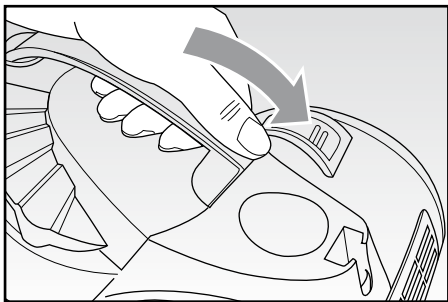

Fig. 12
- Prima di procedere con un nuovo utilizzo, occorre riassemblare il contenitore (A).
- Inserire il filtro all'interno del contenitore (A) e bloccarlo ruotandolo in senso antiorario.
- Reinserire poi il contenitore della polvere completo (A) sul corpo dell'apparecchio premendolo leggermente fino ad udire lo scatto di avvenuto aggancio (Fig. 12).